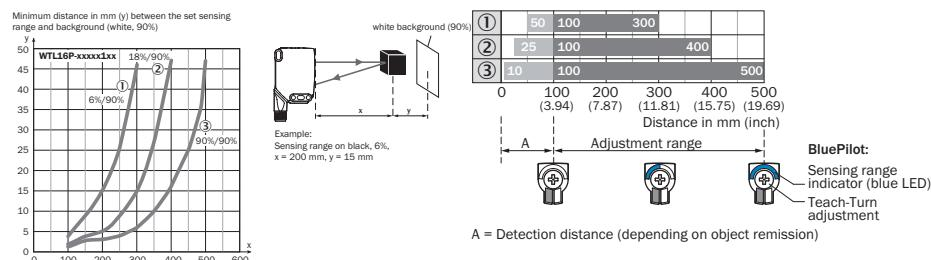
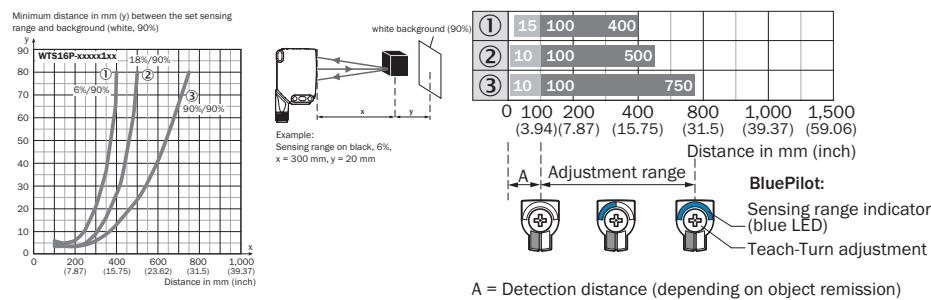

Figura 72: Curva característica 1, WTL16P-xxxxx1xx, luz roja
Figura 73: Curva característica 1, WTS16P-xxxxx1xx, luz roja
Comprobar las condiciones de aplicación: comparar la distancia de conmutación y la distancia respecto al objeto o al fondo, así como la capacidad de reflectancia del objeto, con el diagrama correspondiente véase [figura 72, figura 73] (x = distancia de conmutación, y = distancia mínima entre la distancia de conmutación ajustada y el fondo (blanco, 90%)). Reflectancia: 6% = negro ①, 18% = gris ②, 90% = blanco ③ (referido al blanco estándar según DIN 5033). Recomendamos el ajuste de un objeto de baja reflectancia.
La distancia mínima (= y) para la supresión de fondo se puede determinar a partir del diagrama [figura 72 ①] tal como sigue: